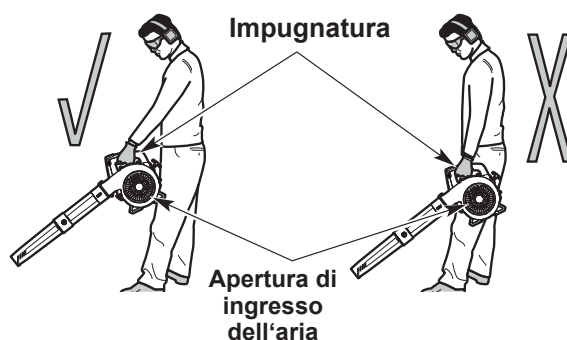

Fig. 8
- Assumere la posizione operativa (Fig. 8). Assumere una posizione eretta. Non inclinarsi.
- Tenere l'apparecchio davanti a sé e lontano dal proprio corpo (Fig. 8).
Per evitare il rischio di lesioni gravi e danni all'apparecchio, NON tenere l'apparecchio al proprio fianco (Fig. 8). Il motore può essere molto caldo. NON bloccare l'apertura di ingresso dell'aria